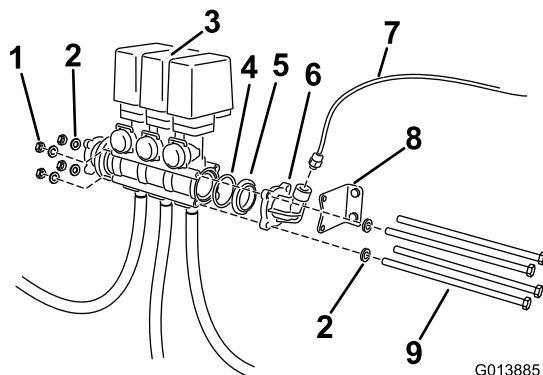

図 4
2. バルブ・アセンブリを固定している長いボルト類をゆるめる (図 4)。外したボルト類はすべて保管すること。バルブ・アセンブリを右側に寄せる。
3. エルボ・アダプタとガスケットを外す (図 4)。既存のバルブ・ボディに入っている O リングを探し出す。外した部品をなくさないこと。既存のバルブ・アセンブリからブラケットを遠ざける。